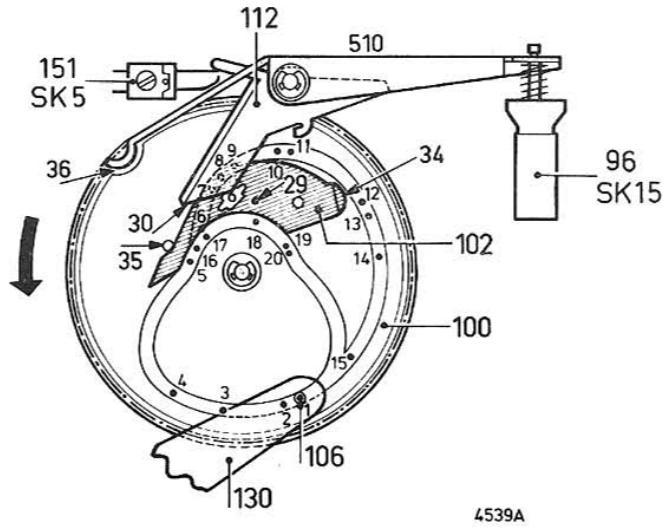
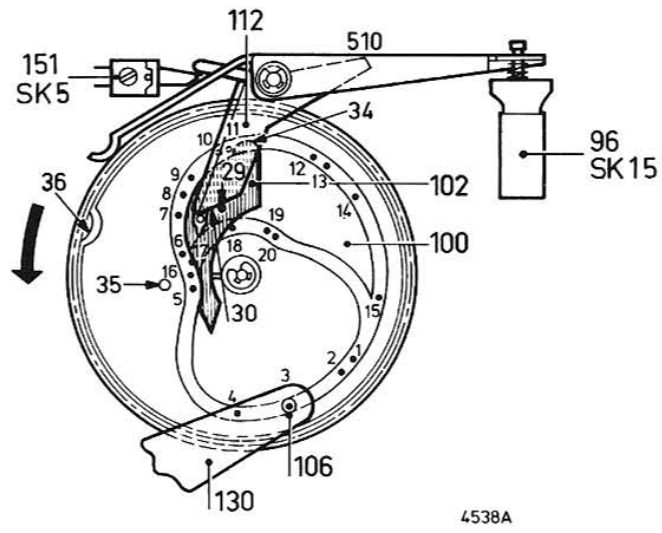
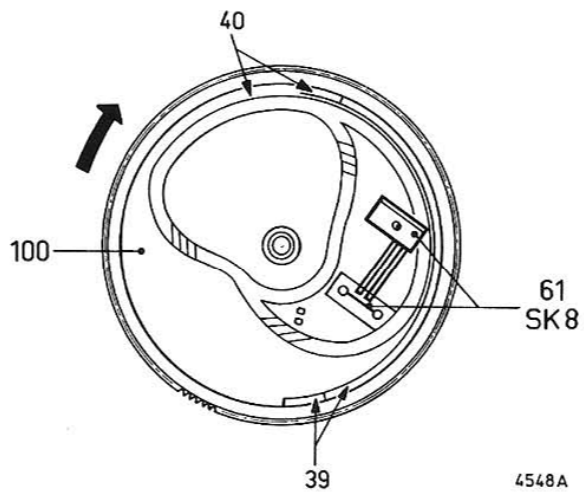
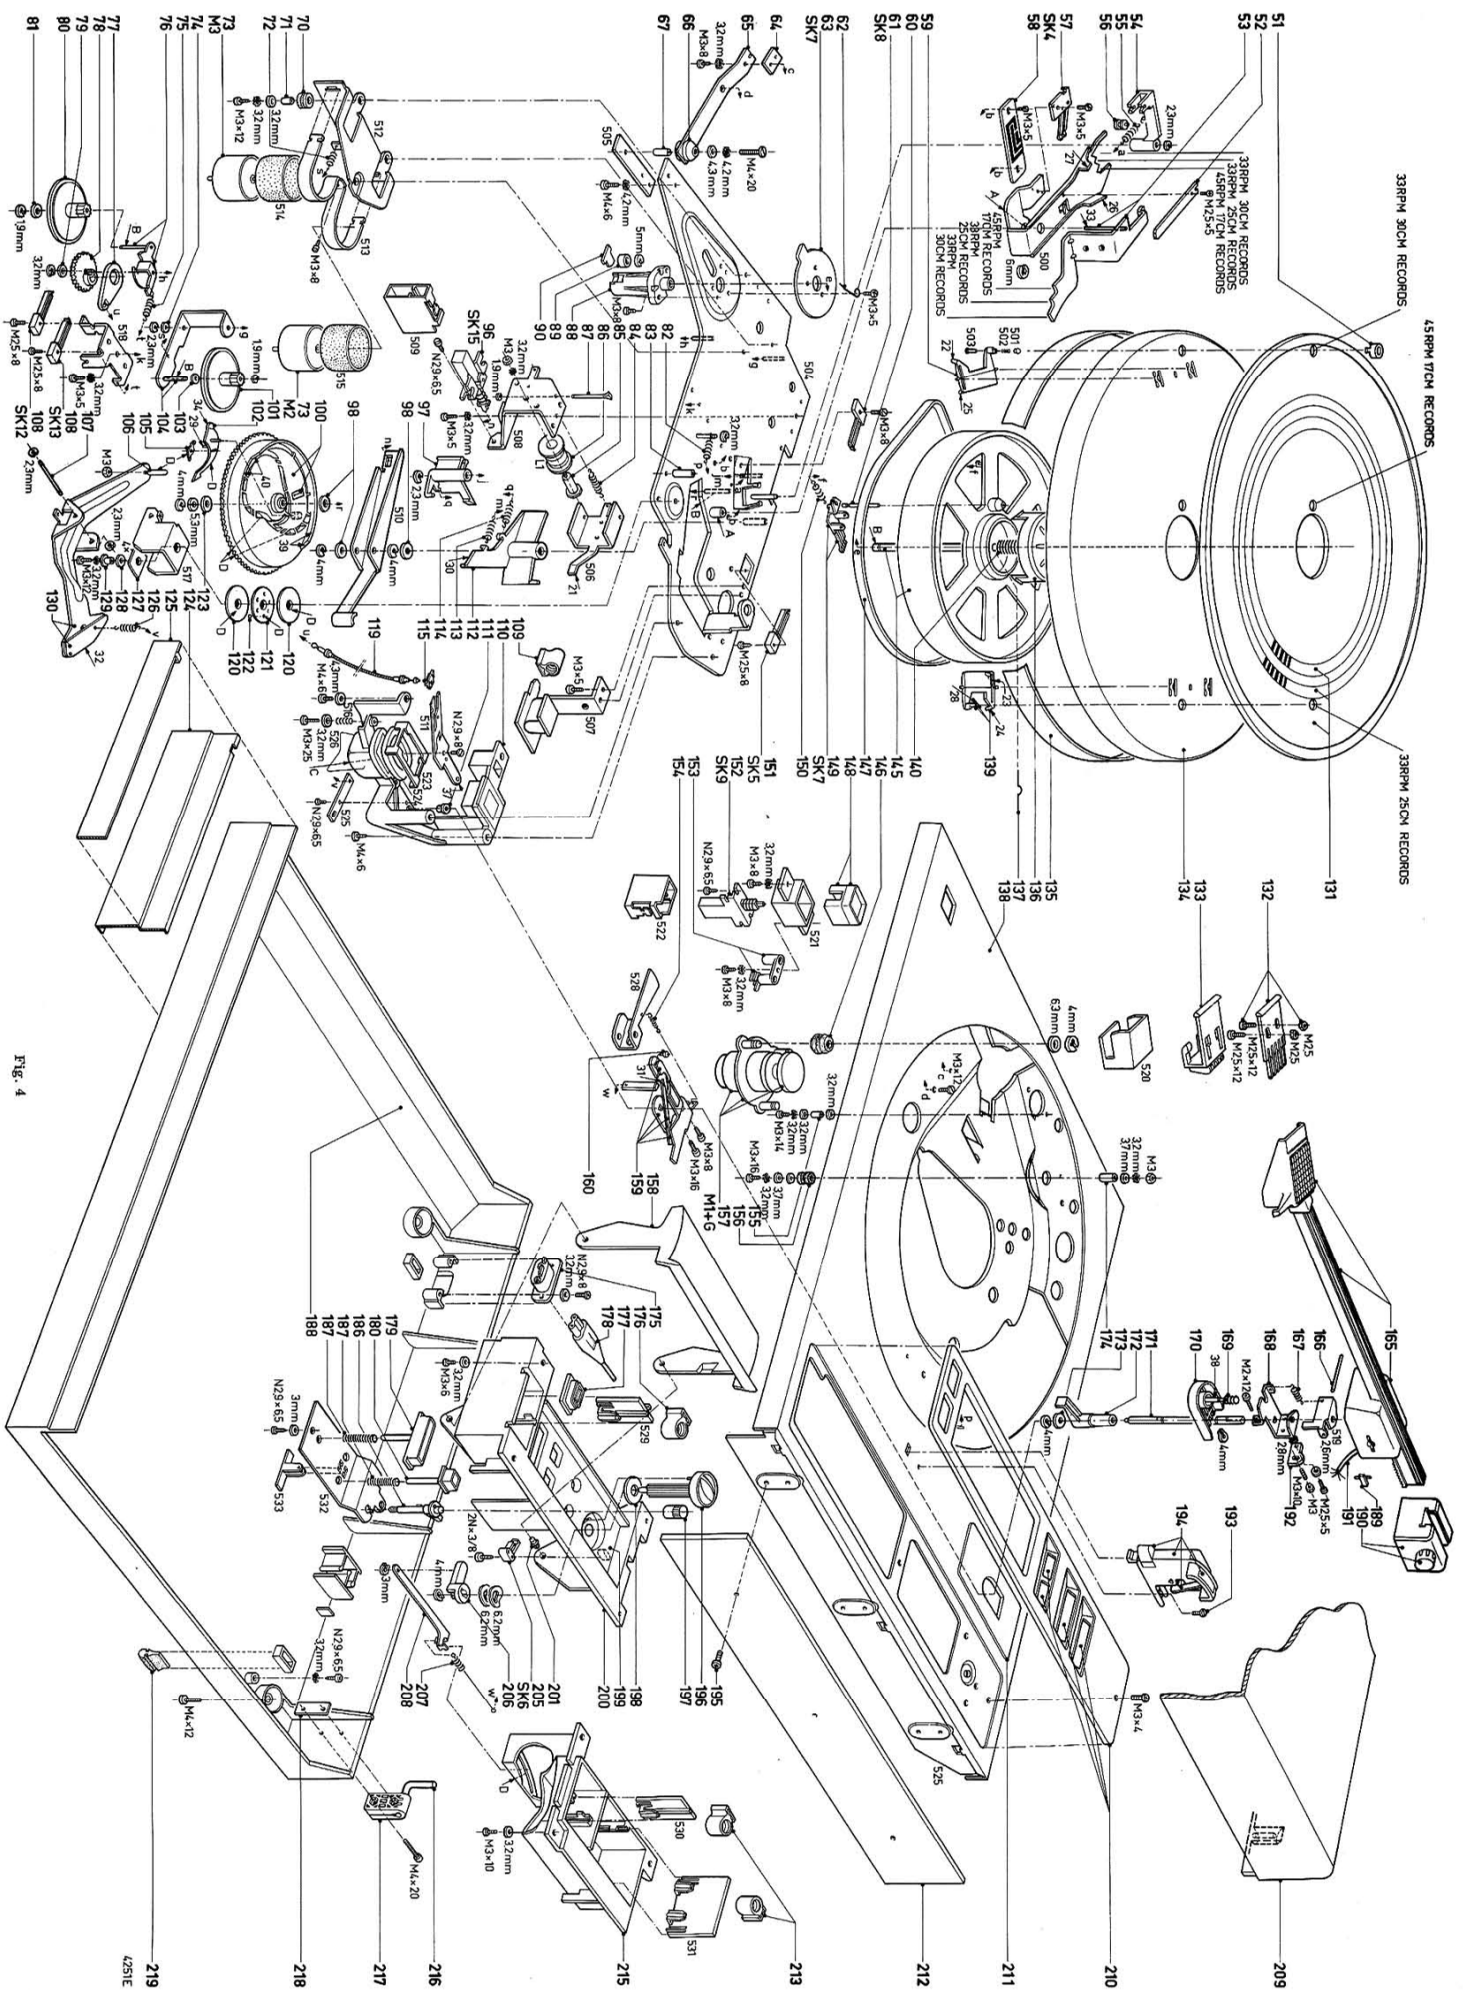

Fig. 1
Fig. 2
Fig. 3
FIG. 4
Wir gehen davon aus, dass das Gerät in Stellung 33 U/min dreht. Durch Drücken von SK3 erhält die Basis von TS426 über R541 eine negative Spannung, so dass TS426 leitet. TS428 leitet nicht mehr und M1 stoppt. TS432 leitet wieder, so dass an TS444 über R586-C747 und D476 eine negative Spannung geführt wird. TS444 wird gesperrt. TS445 wird leitend und M2 (73) fängt an sich zu drehen. Auch TS458 leitet wieder, so dass das TA-Signal während des Stopzyklus kurzgeschlossen wird. Die Ausgangssituation von Kommandoscheibe 100 auf Abb. 1 ist auch die Situation für den Stopzyklus. Kommandoscheibe 100 dreht sich über Zwischenrad 101. Nachstehend folgt eine Aufzählung der Befehle, die die Kommandoscheibe 100 während des Stopzyklus erteilt: In der Stopbahn der Kommandoscheibe sind die Stellungen 1-5 und 16-20 angegeben, die Stift 106 für den Stopzyklus einnehmen muss. Wenn das Gerät in Stellung 45 U/min dreht, ist die Wirkungsweise dieselbe.
1. Stift 106 von Kommandobügel 130 steht in seiner Ausgangsposition (Abb. 1)
2. Bügel 510 kommt aus Einschnitt 36 der Kommandoscheibe 100. Dieser Bügel 510 betätigt SK15 (96), so dass dieser geschlossen wird (Abb. 2). Für die Funktion von SK15 (96) siehe Punkt 2 des Start-Aufsetzzyklus. Kommandobügel 130 mit Friktionsplatte 32 wird angehoben (Abb. 4).
3. Friktionsplatte 32 von Kommandobügel 130 stösst gegen Blattfeder 31 des kompletten Bügels 159 (Abb. 4). Der Tonarm 165 wird angehoben, was durch eine Erhebung der Bahn in der Kommandoscheibe verursacht wird.
Tonarm 165 wird über Blattfeder 31 des kompletten Bügels 159 durch Friktionsplatte 32 von Kommandobügel 130 nach aussen bewegt, und zwar in Richtung Tonarmstütze 194 (Abb. 4).
5. Anschlagbügel 53 hebt sich, da Achse 33 dieses Bügels über Erhebung 39 an der Unterseite der Kommandoscheibe 100 läuft (Abb. 3 und 4).
19. Anschlagbügel 53 hebt sich wieder über Vertiefung 40 an der Unterseite der Kommandoscheibe (Abb. 3 und 4).
1. SK8 (61) wird wieder kurz geschlossen, so dass M2 (73) stoppt. Bügel 510 gelangt in Einschnitt 36 der Kommandoscheibe 100 und SK15 öffnet sich. Die Ausgangsstellung gemäss Abb. 1 ist erreicht. Diese Stellung ist gleichzeitig die Ausgangsstellung für den Startzyklus.
- M2 (73) stoppt. Dies bedeutet, dass TS458 auch nicht mehr leitet und das TA-Signal nicht mehr kurzgeschlossen ist.
• LIFT (Abb. 4, 5)
B. Mechanischer Teil (Abb. 4).
TS448 in Betrieb kommt und M2 (73) sich dreht. TS458 wird jetzt über R635 und D488 ebenfalls leitend, so dass die Reedrelais L482 und L483 erregt werden. SK16 und SK17 schliessen sich, so dass das TA-Signal während des Aufsetzzyklus kurzgeschlossen wird. Die Kommandoscheibe 100 wird jetzt durch M2 (73) über Zwischenrad 101 angetrieben. Weil Relais L1 (86) kurz erregt wurde, kamen die Bügel 97 und 112 frei. Bügel 112 gerät in eine derartige Stellung, dass Kante 30 von Bügel 112 während des Drehens von Kommandoscheibe 100 gegen Achse 29 von Steuerplatte 102 kommt und diese umkippt. Abbildung 1 zeigt die Ausgangssituation der Kommandoscheibe 100 mit Steuerplatte 102, wobei SK5 (151) geöffnet ist und Bügel 510 und Stift 106 von Kommandobügel 130 sich in ihren Ausgangsstellungen befinden. Abbildung 2 zeigt die Situation, nachdem Relais L1 (86) erregt wurde. Hierbei war SK5 (151) geschlossen, Steuerplatte 102 bereits umgekippt; Bügel 510 hatte eine bestimmte Stellung eingenommen und Stift 106 von Kommandobügel 130 stand bereits in Stand 3 der Bahn in der Kommandoscheibe. Nachstehend folgt eine Aufzählung der Befehle, die die Kommandoscheibe während des Aufsetzzyklus gibt. In der Aufsetzbahn der Kommandoscheibe sind die Stellungen 1-15 angegeben, denen Stift 106 vor dem Aufsetzzyklus folgt. Abbildung 3 zeigt die Situation der Unterseite der Kommandoscheibe.
1. Stift 106 von Kommandobügel 130 befindet sich in seiner Ausgangsstellung (Abb. 1).
2. Bügel 510 kommt aus Einschnitt 36 der Kommandoscheibe 100. Dieser Bügel 510 betätigt SK15 (96), so dass dieser geschlossen wird (Abb. 1, 2 und 4). Wird Netzschalter SK9 (152) während des Aufsetzzyklus ausgeschaltet, dann sorgt Parallelschalter SK15 (96) dafür, dass der Aufsetzzyklus abgewickelt wird. Kommandobügel 130 mit Friktionsplatte 32 wird angehoben (Abb. 4).
3. Steuerplatte 102 wird durch Seite 30 von Bügel 112 umgekippt (Abb. 1, 2 und 4). Friktionsplatte 32 von Kommandobügel 130 stösst gegen Blattfeder 31 des kompletten Bügels 159 (Abb. 4). Tonarm 165 wird angehoben. Dies geschieht durch eine Erhebung der Bahn in der Kommandoscheibe.
5. Anschlagbügel 53 hebt sich durch Achse 33 von Anschlagbügel 53, der über Erhebung 39 von der Unterseite der Kommandoscheibe läuft (Abb. 2, 3 und 4). Tonarm 165 befindet sich in äusserster Stellung.
7. Stift 160 in Bügelzusammenstellung 159 stösst gegen Anschlagbügel 53 für 30-cm-Platten (Abb. 4).
8. Stift 160 in Bügelzusammenstellung 159 stösst gegen Anschlagbügel 53 für 25-cm-Platten (Abb. 4).
9. Stift 160 in Bügelzusammenstellung 159 stösst gegen Anschlagbügel 53 für 17-cm-Platten (Abb. 4).
12. Anschlagbügel 53 senkt sich über Vertiefung 40 an der Unterseite der Kommandoscheibe 100 (Abb. 3 und 4)
13. Nocken 35 von Kommandoscheibe 100 bringt Bügel 112 wieder in die Sperrstellung. SK5 (151) öffnet sich (Abb. 2).
1. SK8 (61) wird kurz geschlossen, so dass M2 (73) stoppt. Bügel 510 gelangt wieder in Einschnitt 36 der Kommandoscheibe 100 und SK15 öffnet sich. Die Ausgangsstellung gemäss Abb. 1 ist wieder erreicht; sie ist gleichzeitig die Ausgangsstellung für den Stopzyklus. Der Tonarm 165 ist vollständig frei um die Schallplatte abzuspielen. Während des Drehens kann der elektronische Lift benutzt werden. Das Stoppen von M2 (73) erfolgt durch kurzes Schliessen von SK8 (61). Die Basis von TS445 gerät an -10 Volt und sperrt. Auch TS458 leitet nicht mehr. Die Reedrelais L482-L483 sind nicht mehr erregt, so dass das TA-Signal nicht mehr kurzgeschlossen ist.